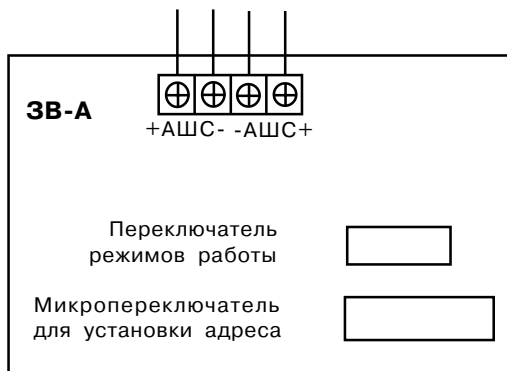

Рис. 36 Схема внешних подключений 3В-А
На печатной плате расположены контактные колодки для подключения внешних цепей (схема подключения приведена на рис. 36).
- выполните соединения согласно рис. 36;